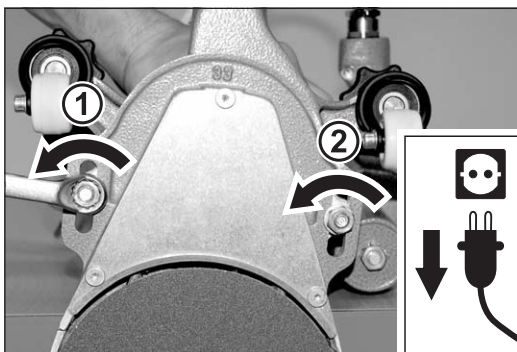

Abb. 23 Die beiden Muttern, mit denen der Vorsatz befestigt ist, mit dem Ringschlüssel lösen (1 + 2). Die Muttern und die Scheiben abnehmen.
- 3 Lösen Sie mit dem Ringschlüssel aus der Werkzeugtasche die beiden Muttern, die den Vorsatz am Ventilatorgehäuse befestigen (Abb. 23, 1 + 2). Nehmen Sie die Muttern und die Scheiben ab.